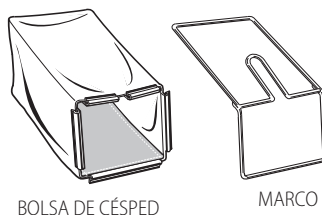

Fig. B1
2. Deslice la bolsa de hierba sobre el marco como se muestra en la Fig. B1.